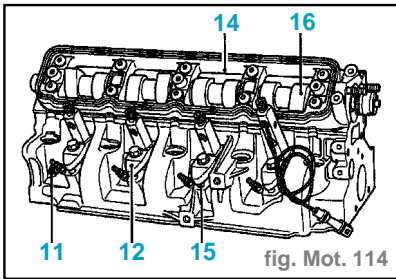

fig. Mot. 114
- les bougies de pré-postchauffage (11) à l'aide d'une clé à tube de 10 mm (fig. Mot. 114),